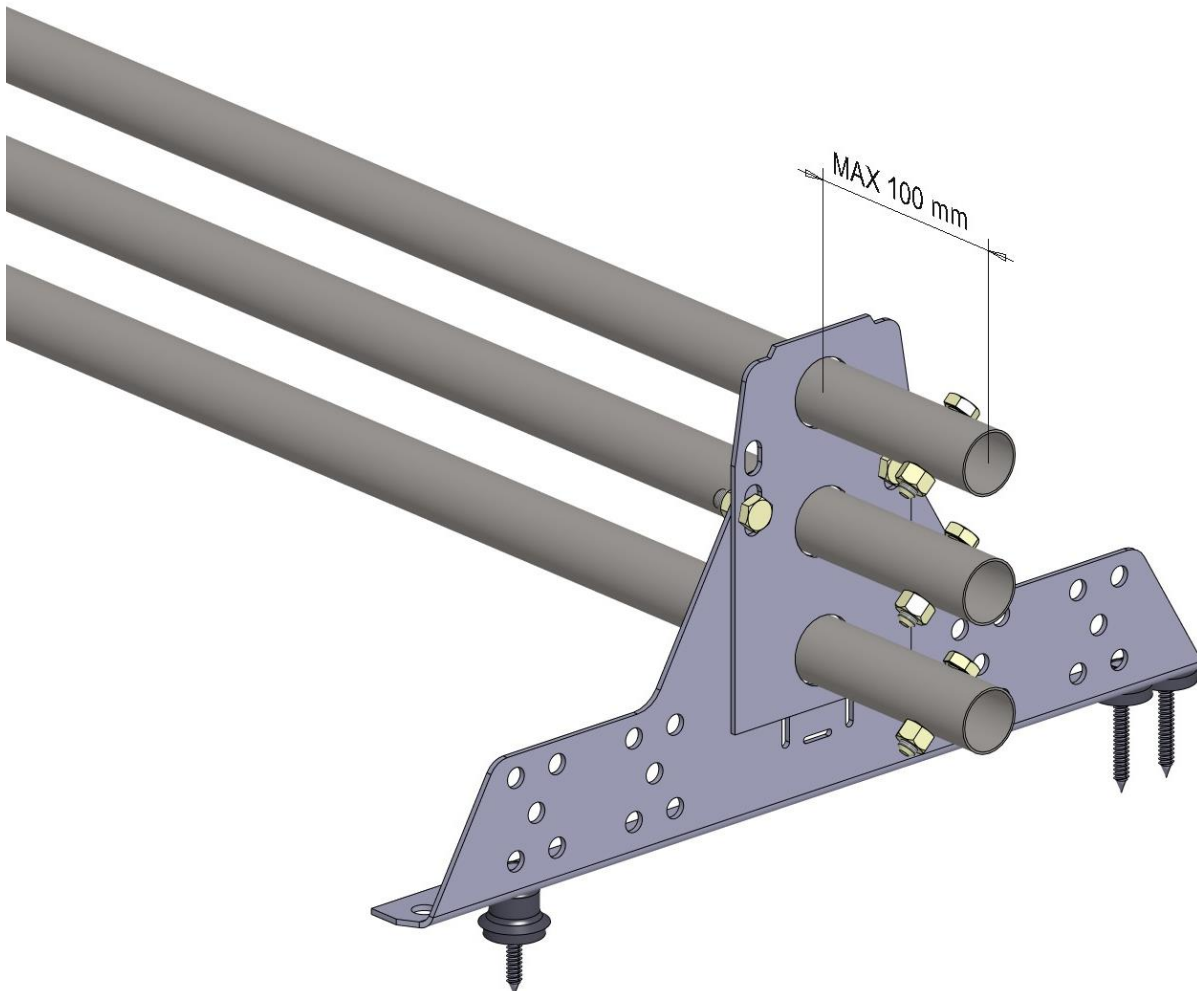

Bild 5
8. Skarvning av rörsnöräckena sker genom att stoppa in den smala ändan i ett annat rör, varefter fogen låses med sexkantskruvar M8 x 40 mm och en M8-mutter. Rörelsen i sidriktning låses genom att fästa sexkantskruvar M8 x 40 mm och muttrar i ändorna (bild 5).